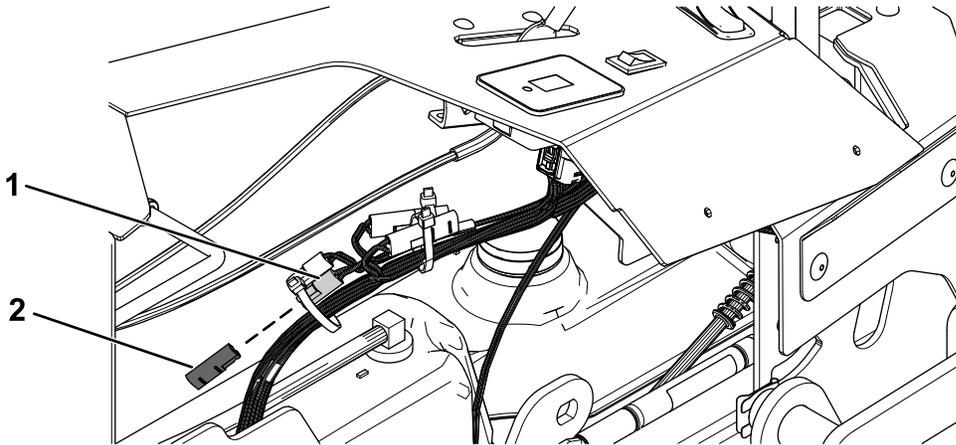

Figura 7
1. Retire a tampa do conector auxiliar na cablagem da máquina (Figura 7).
5. Ligue a cablagem do kit de luzes ao conector auxiliar na cablagem da máquina (Figura 7).